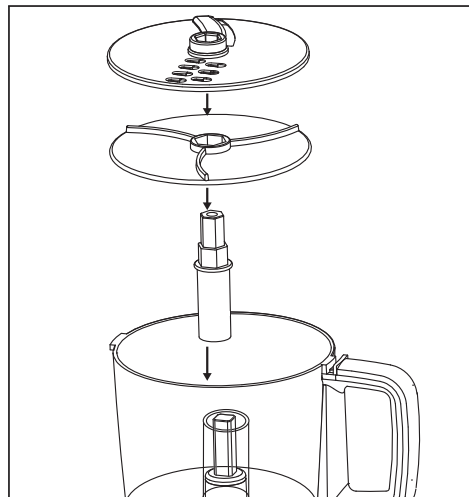

Figura 8
- 2 Deslice el vástago del disco en el poste central de la base. Deslice el disco de descarga en el vástago del disco. Empuje el disco rebanador/rallador con el lado deseado (rebanado o rallado) hacia arriba en el disco de descarga (Figura 8). Tenga cuidado cuando los maneje, pues las hojas son muy filosas.